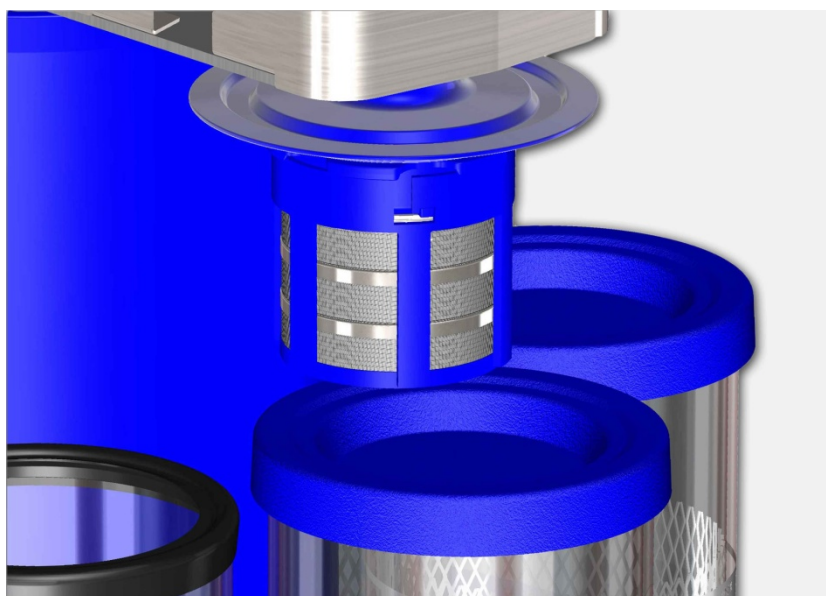

Fig. 3.8.3. Position Substitution (Position supérieure)
- Position supérieure (au-dessus des réservoirs de fluides) : Position pour substitution du panier de nettoyage/porte-pièces (*Fig. 3.8.3.*).